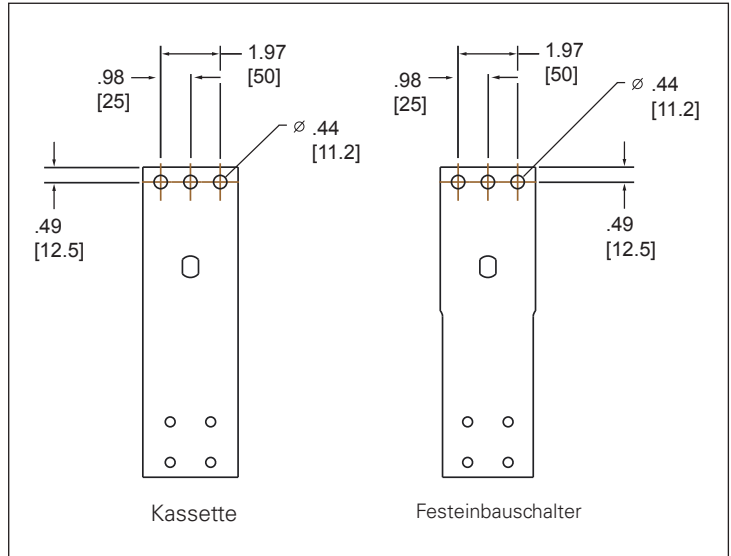

Figure 1a. Dimensions
* - Die Frontanschlussschienen für Festeinbauschalter und Kassette sind unterschiedlich. Siehe Bild 1a